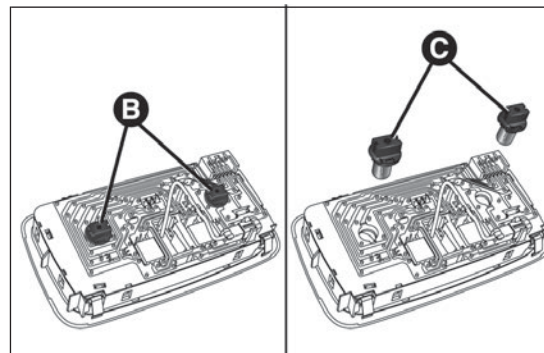

fig. 192
- ☐ aflojar los alojamientos B fig. 192 de las lámparas y extraerlas soltándolas hacia fuera y, a continuación, sustituir las lámparas C;